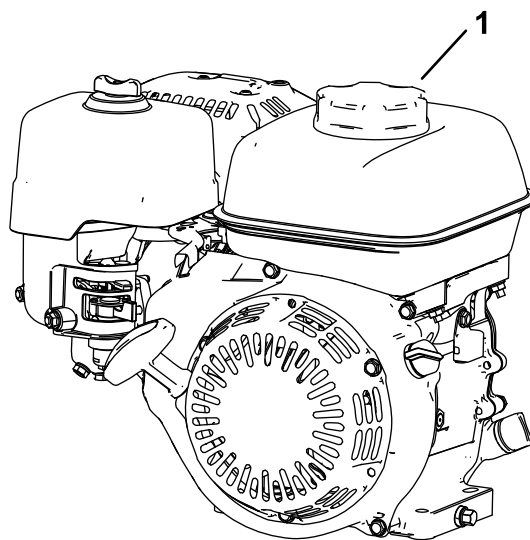

Рисунок 14
1. Очистите область вокруг крышки топливного бака и снимите крышку (Рисунок 14). Заполните топливный бак до низа отверстия заливной горловины бака; см. *Руководство оператора* для вашего двигателя.